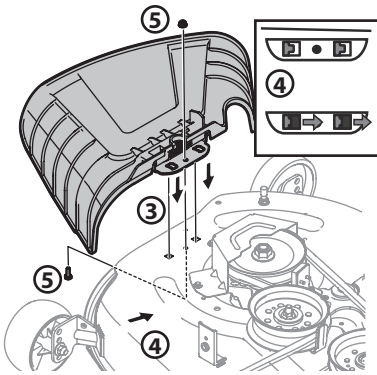

Figura 9
3. Ubique el deflector del canal en la plataforma, asegúrese de insertar las lengüetas de dicho deflector en los orificios de la plataforma. Consulte la Figura 9.
4. Deslice el deflector del canal hacia la parte posterior del tractor hasta que el orificio del perno que está en el deflector del canal quede alineado con el orificio de la plataforma. Consulte la Figura 9.